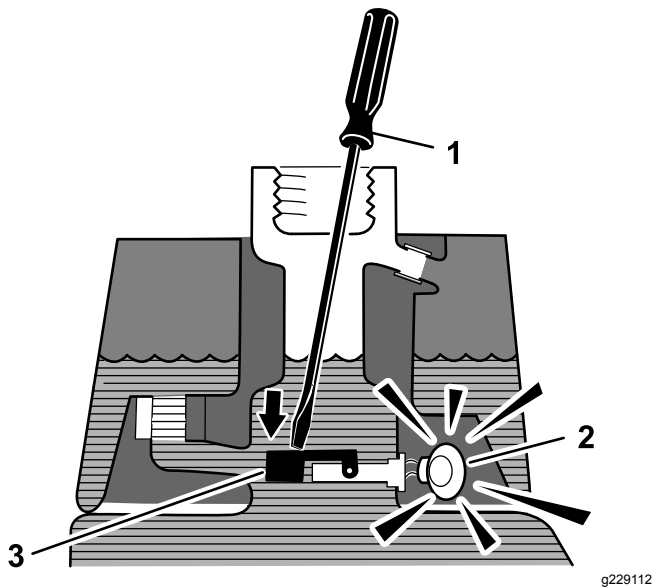

Bild 40
3. Stecken Sie eine saubere Stange oder einen Schraubenzieher in den Einfüllstutzen des Behälters und drücken Sie den Schwimmerschalter (Bild 40) leicht nach unten. Der Alarm sollte nach einer Sekunde ertönen.